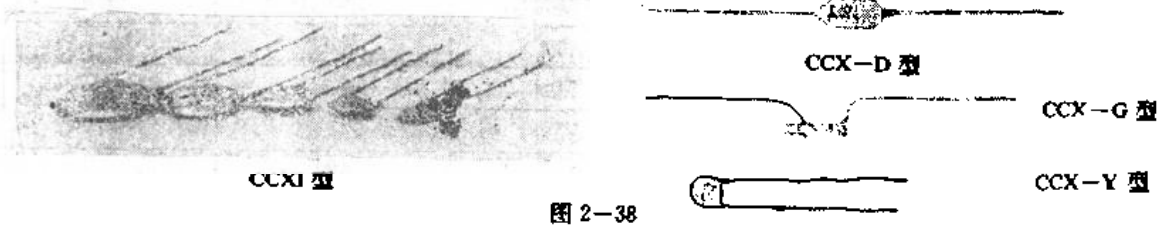

图 2—38
(1)CCX1、CCX、CCX—D、CCX—G、CCX—Y 小型瓷介电容器(见图 2—38)